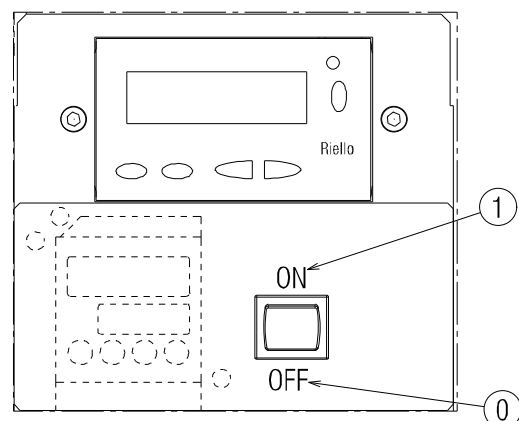

Fig. 30
Cerrar los termostatos/presostatos y colocar el interruptor de la Fig. 30 en la posición “1/ON”.
- colocar el interruptor de Fig. 30 en la posición “0/OFF” y esperar a que el control de llama ejecute la fase de apagado;